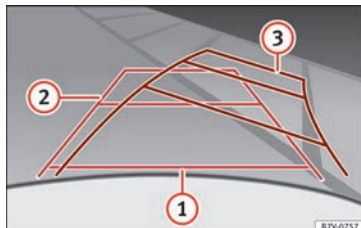

Fig. 216 Skærm: orienteringslinjer bag bilen i det område, hvor du kan parkere
Betydningen af orienteringslinjerne på skærmen »» **Fig. 216**. Alle orienteringslinjernes længdeangivelser er baseret på en bil, der står på en vandret flade.
- Bak langsomt, og drej på rattet, så de gule orienteringslinjer fører ind i parkeringsbåsen »» **Fig. 216** ❸.